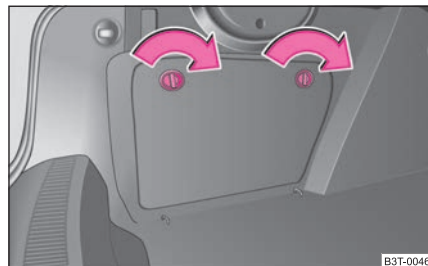
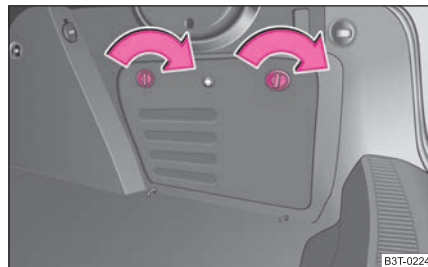

Fig. 107 Maletero: en el compartimento guardaobjetos lateral izquierdo
Fig. 108 Maletero: en el compartimento guardaobjetos lateral derecho
- Este compartimento puede abrirse girando los cierres en sentido de la flecha ⇒ fig. 107 ⇒ fig. 108.
En el cajón derecho ⇒ fig. 108 se ubica el cambiador de CD*, el sintonizador de TV* y el botiquín. ■